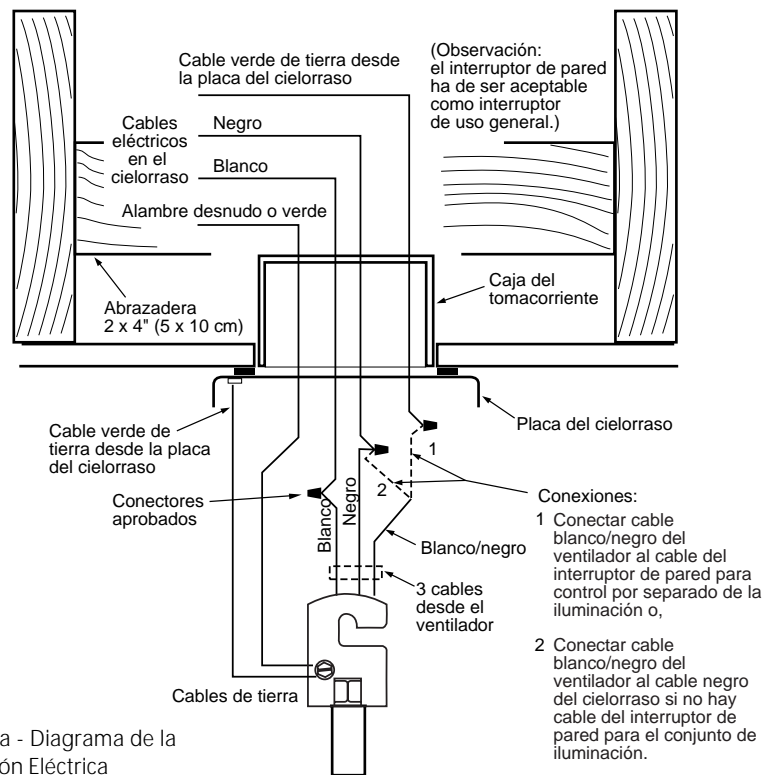

Figura 5a - Diagrama de la Instalación Eléctrica
4. Conectar los cables tal como se demuestra en la Figura 5a. Para conectar los cables, juntar torciendo los alambres pelados. Colocar una tuerca de alambre sobre la parte torcida en conjunto de alambre, y torcer en el sentido de las agujas del reloj, tal como se demuestra hasta que esté bien ajustado.